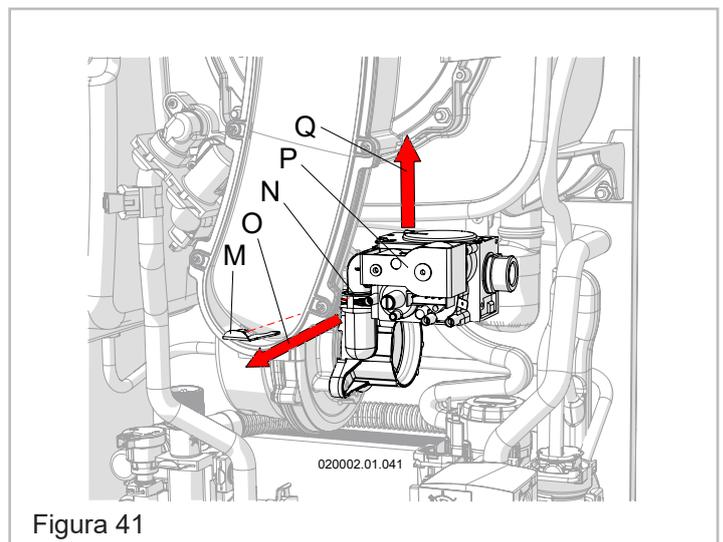

Figura 41
8. - Extraiga el muelle de apriete "M" de su alojamiento "N" liberando la válvula "P" (Figura 41);
11. - Vuelva a montar la válvula del gas "P" (Figura 41), asegurándose de colocar de nuevo el muelle "M";